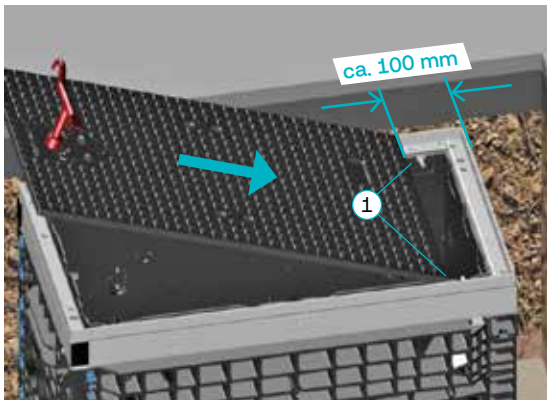

Abb. 28
- > Schachtabdeckung (2) mit geeignetem Aushebewerkzeug (1) anheben und auf den Stahlrahmen (3) aufsetzen.
- > Hierzu folgenden Schritt in Abb. 28 beachten!